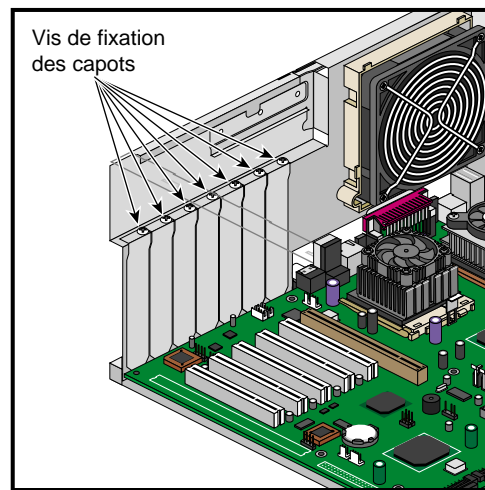

Figure 2-19 Position des vis de fixation pour le capot de l'encoche du connecteur d'extension
- Serrer les vis de fixation, comme le montre la Figure 2-19.
- Enlever les vis de fixation comme le montre la Figure 2-19.